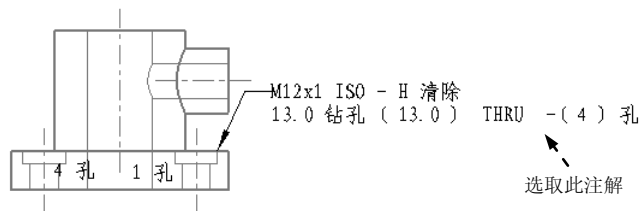

图 5.3.25 显示注解
选中绘图区的主视图，显示图 5.3.25 所示的注解。
Step3. 选取图 5.3.25 所示的注解，右击，在弹出的快捷菜单中选择**编辑值**命令。